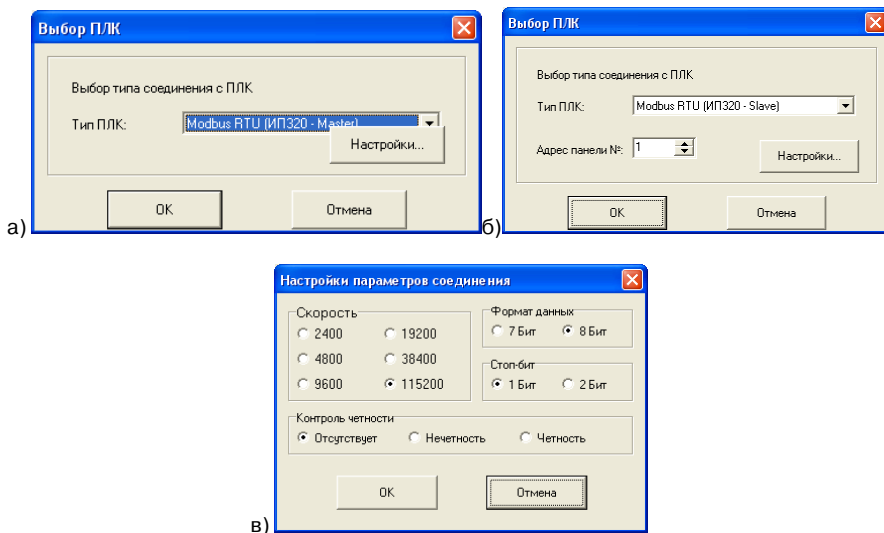

Рис. 4.1. Окно «Выбор ПЛК» (а) и «Настройки параметров соединения» (б)
1. Нажать кнопку «Новый проект» () панели инструментов, или выбрать команду Файл | Новый проект, или нажать сочетание горячих клавиш <Ctrl+N> Откроется окно «Выбор ПЛК» (см. рис. 4.1, а или б).
- для того, чтобы панель ИП320 работала Мастером, следует выбрать Modbus RTU (ИП320 - Master), см. рис. 4.1, а.
- Для того, чтобы панель ИП320 была подчиненным, следует выбрать Modbus RTU (ИП320 - Slave), см. рис. 4.1, б. В этом же окне выбирается адрес панели – диапазон значение от 1 до 255.
3. В этом окне – нажать кнопку «Настройки». Откроется окно «Настройки параметров соединения» (см. рис. 4.1, в).